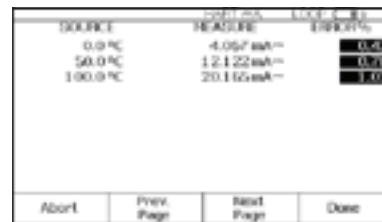

Figura 22.
4. Pulse **Done** y luego **Auto Test**. Una vez que se haya completado la prueba, se mostrará una tabla de resumen de errores (Figura 22). Los errores de prueba que excedan la tolerancia aparecerán resaltados. Si la prueba se realiza correctamente, es decir, si no hay errores resaltados, no será necesario realizar ajustes.